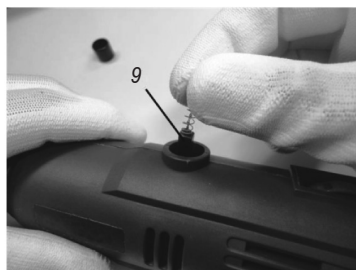

Fig. 6 – Sustrucción de cepillo carbón
Los cepillos de carbón son partes consumibles que cuando se desgastan pueden causar problemas en el motor. Utilizamos cepillos carbón con parada automática, o sea, el equipo para de funcionar automáticamente cuando el cepillo está muy gastado. Cuando esto ocurra, sustituya por un nuevo par (9) de ellas como muestra el procedimiento a continuación, fig. 6.